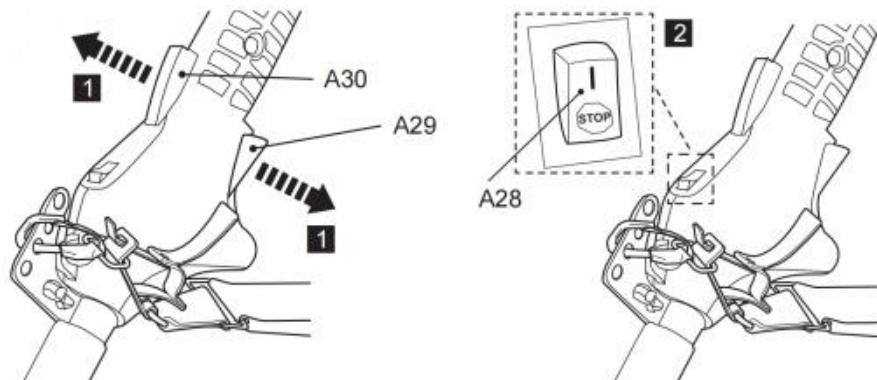

Fig. 42
2. Zet de contactsleutel (A28) in de stand "STOP" (Afb. 42).